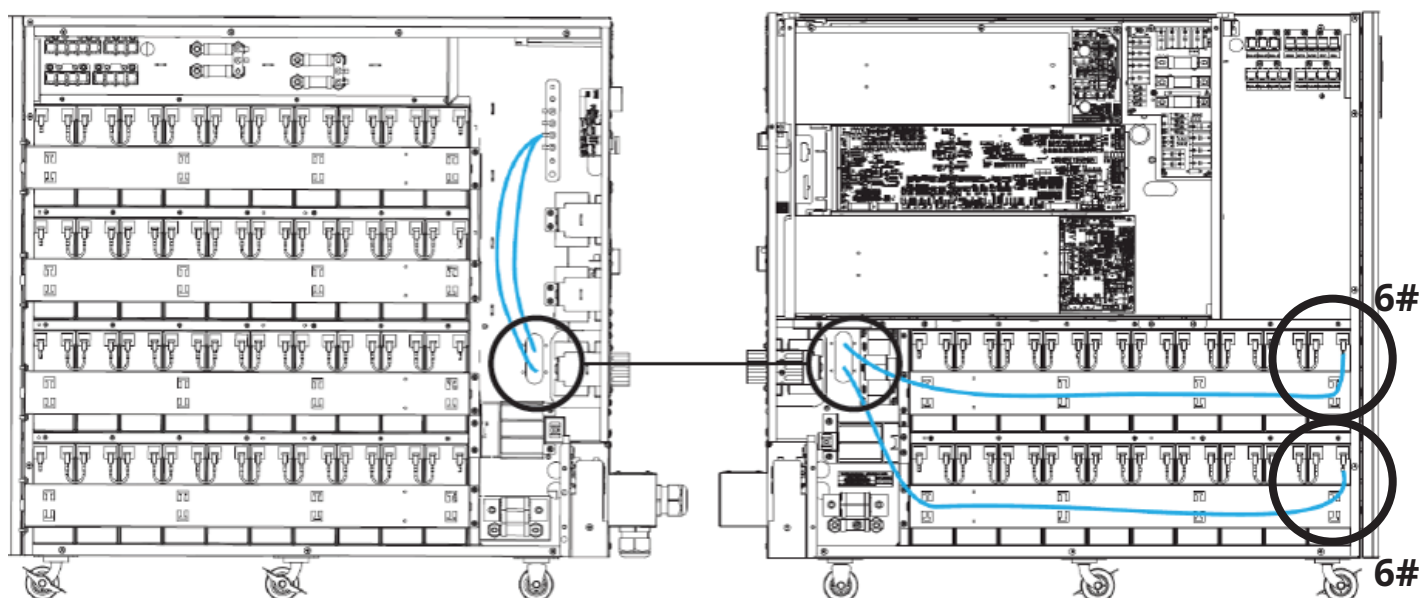

Figure 3-16 : connecter les modules de batteries de gauche à la plaque en cuivre (pôle N).
11. Connecter les deux modules de batteries de gauche à la plaque en cuivre (pôle N) (Figure 3-16).